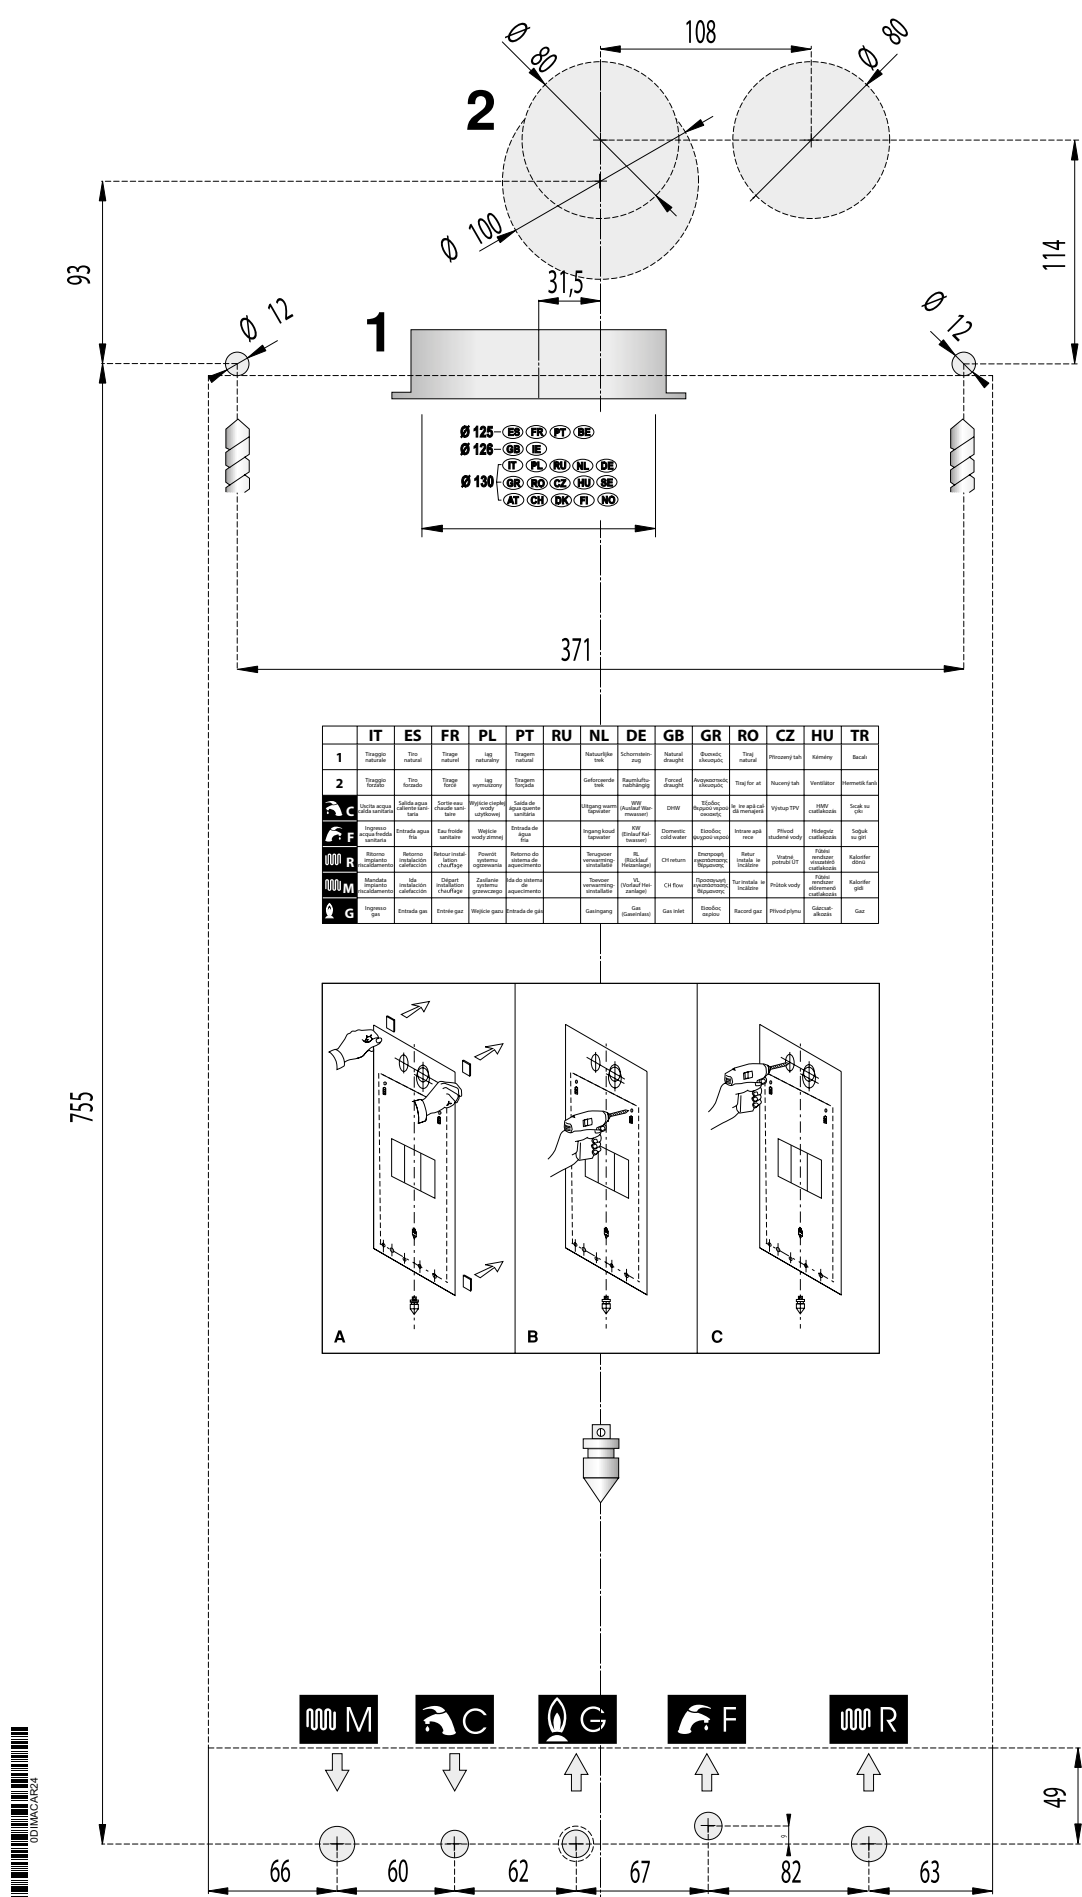

图 5 纸质安装模板
- 壁挂炉墙壁固定安装模板（参见图5纸质安装模板）。
壁挂炉在其包装中包含了一张纸质安装模板（参见图5纸质安装模板）。